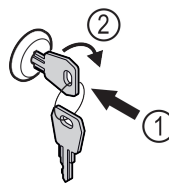

Fig. 171
- ▶ Włożyć kluczyk Fig. 171 (1).
- ▶ Przekręcić kluczyk o 90° w prawo Fig. 171 (2).